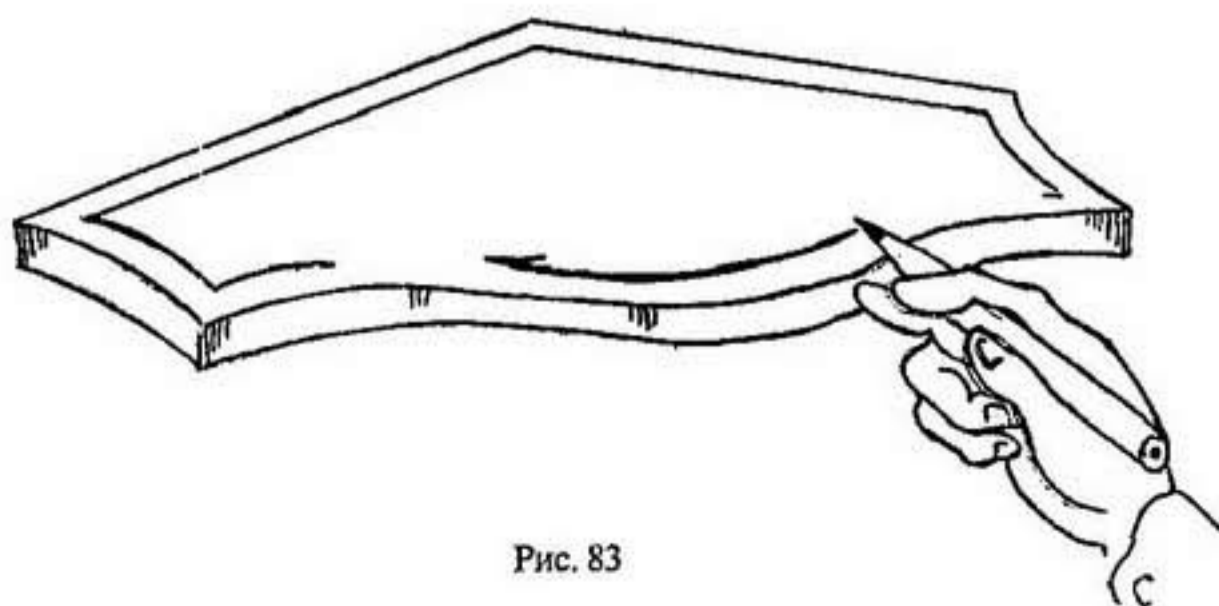

Рис. 83
3. Отложив 5 мм от края с помощью линейки и карандаша, поставьте отметку. Потом, взяв в руки карандаш, поставьте острие его на отметку, а безымянный (средний) палец уприте в кромку коромысла. Затем начинайте вести ручку с карандашом на себя (рис. 83). Карандаш будет оставлять линию, параллельную кромке. Этот способ требует некоторой тренировки. Если не будете торопиться, то у вас все получится.